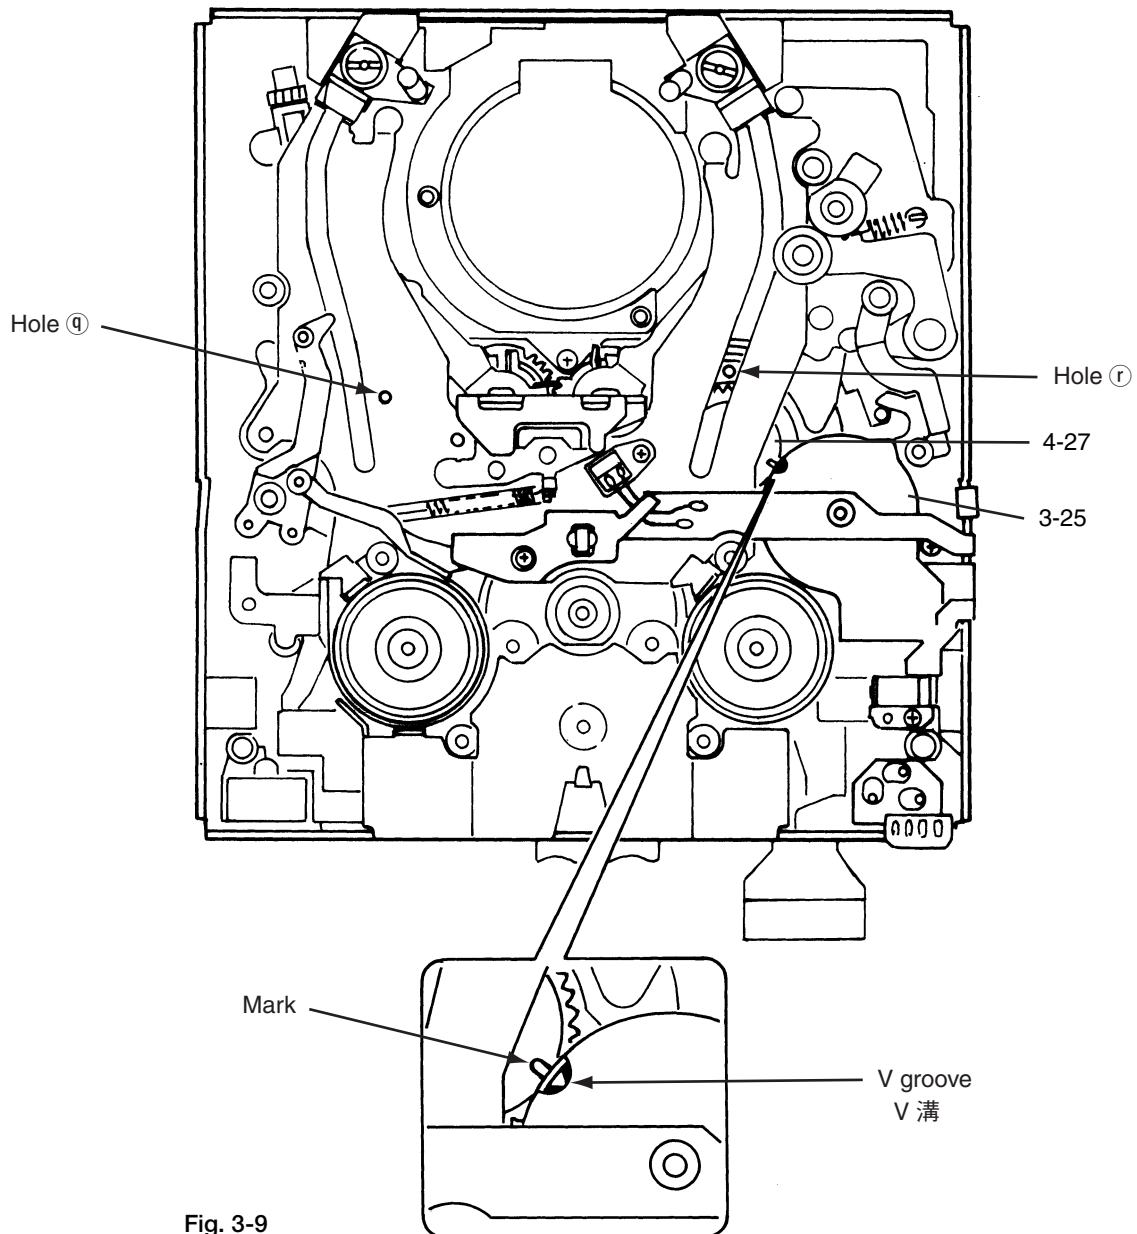

Fig. 3-9
- 1) Insert a 1 mm dia. rod into hole ' in Fig. 3-9, and check to see if it passes through up to the hole in the mechanism chassis.
- 2) Insert a 1 mm dia. rod into hole , in Fig. 3-9, and check to see if it passes through up to the hole in the mechanism chassis.
- 3) Check to see if the mark of 4-27 is aligned with the V groove in the MODE SW ASS'Y (3-25) gear as shown in Fig. 3-9.
- 1) 図3-9の穴 ㊸に1mm径の棒を差し込んだとき、メカシャーシの穴まで貫通することを確認する。
- 2) 図3-9の穴 ㊹に1mm径の棒を差し込んだとき、メカシャーシの穴まで貫通することを確認する。
- 3) 図3-9のように、4-27のマークがMODE SW ASS'Y (3-25)のギヤのV溝に合っていることを確認する。